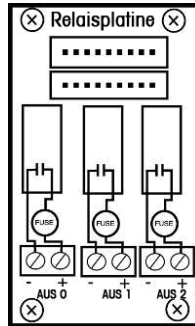

Abbildung 2.2 Relaiskontaktdiagramm.
- Jeder Relaisausgang verfügt über einen Klemmenblock mit zwei Anschlüssen. Abbildung 2.2 enthält das Relaiskontakt diagramm.